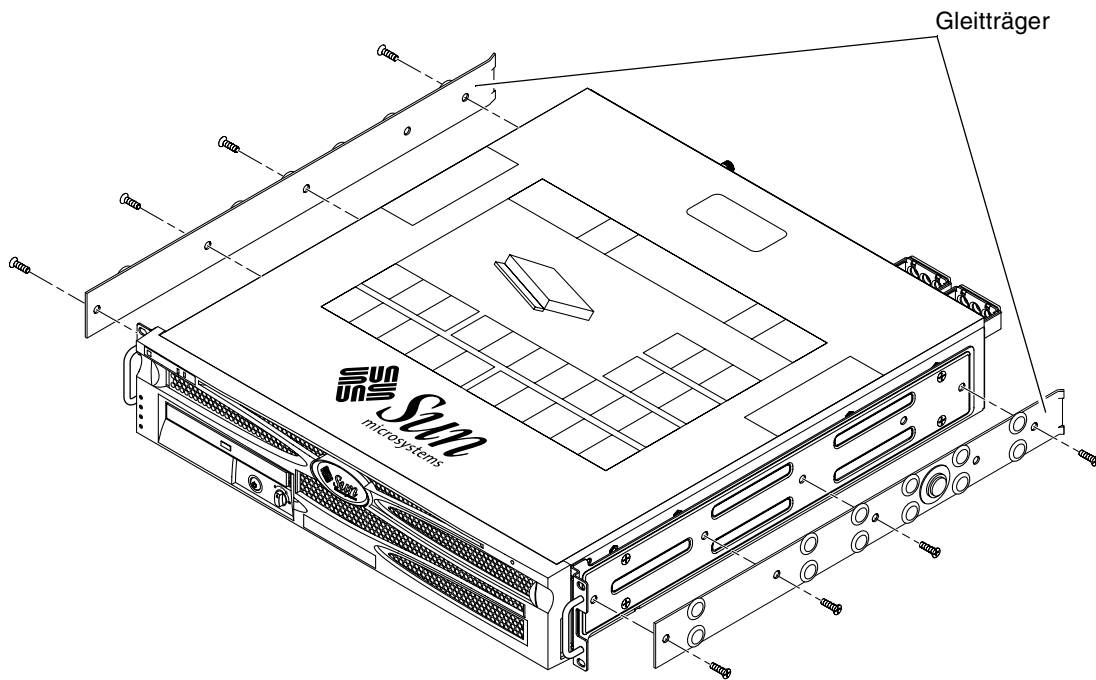

ABBILDUNG 3-9 Befestigen der Gleiträger am Systemgehäuse
5. Befestigen Sie mit acht der M4-Kreuzschlitz-Senkkopfschrauben $\times 0,5 \times (5 \text{ mm})$ aus dem Montagesatz (vier für jede Seite) die Gleiträger seitlich am Systemgehäuse (ABBILDUNG 3-9).